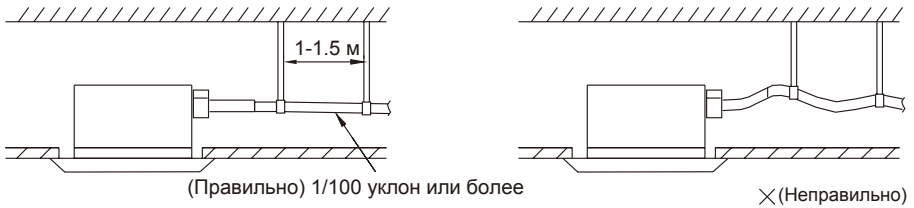

Рис.9
(1) Диаметр дренажной трубы должен быть больше или равен диаметру соединительной трубы (виниловая трубка, размер: 25 мм (наружный диаметр)) (AFP-(85~200)XD(S,M)/B-T).
(2) Прокладывайте дренажную трубу по кратчайшему пути с понижением, избегая петель, с уклоном как минимум 1/100, с целью предотвращения образования воздушных пузырей (Рис. 9)
(3) Если дренажный шланг не удастся должным образом согнуть, добавляйте трубки подъема дренажа.
(4) Для недопущения провисания дренажного шланга, размещайте крюки его подвески на расстоянии 1-1.5 (Рис. 9)